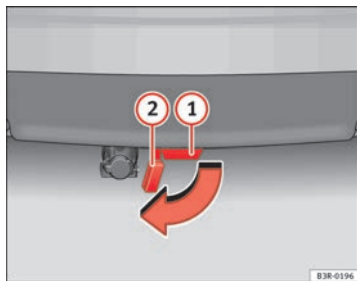

Fig. 163 Parachoques trasero: Abrir el tapón
- Extraiga hasta el tope final el tapón ② ⇒ fig. 163 del tubo de enclavamiento ① que se encuentra debajo del parachoques. El tapón encastra de un modo automático en el tope final.